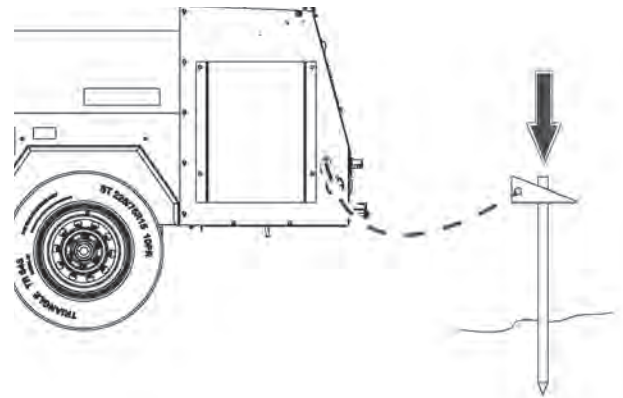

Figure 4.1
3. Trouver la cosse de terre à l'arrière gauche du châssis de l'unité mobile. Voir Figure 4.1. Repérer un point sur le sol pas plus que 5 pieds (1,5 m) de la cosse de terre. Enfoncer le piquet de terre dans la terre à ce point.